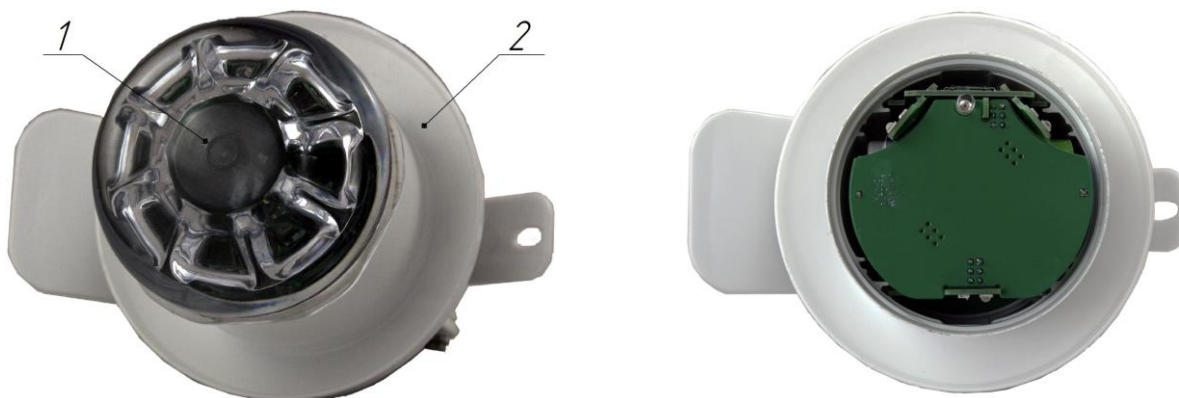

Рисунок 3.1
- 1) Открутить прозрачную крышку – 1 с корпуса – 2 (Рисунок 3.1);